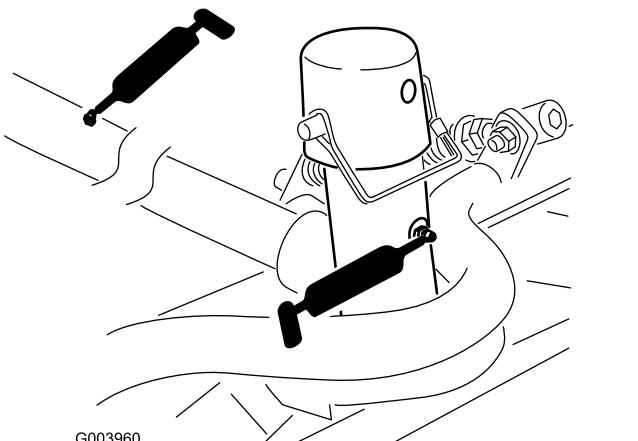

Bild 38
- Schneideeinheitträgerrahmen und Drehzapfen (2) (Bild 38)